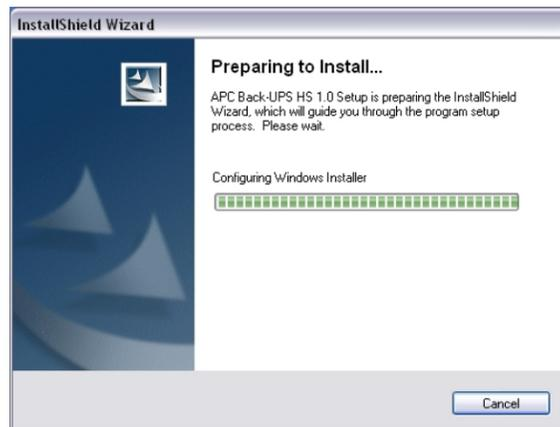

Figure 1. Fenêtre de l'assistant d'installation
2. Double-cliquez sur l'**icône du lecteur de cédérom** puis sur l'icône du fichier **setup.exe**. Le logiciel affiche la fenêtre **InstallShield Wizard** (assistant d'installation – figure 1). L'installation commence. Pour l'interrompre, cliquez sur **Cancel** (annuler).